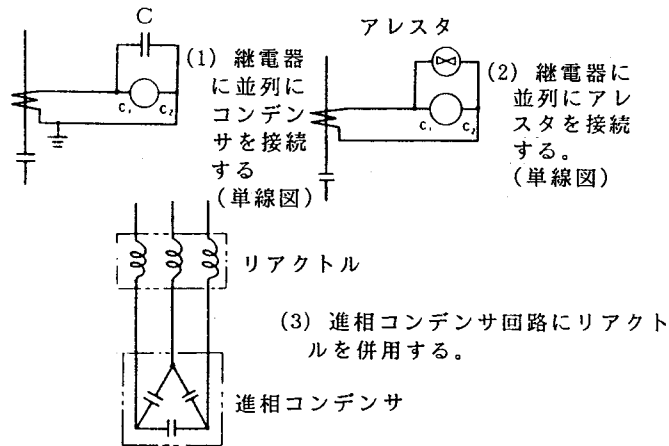

図2 インラッシュ電流の防止策
- (1) コンデンサを図2-(1)図に示すように、継電器端子間に接続する（例えば容量 $2\mu\text{F}$  500V程度、進相コンデンサ容量やCT特性などで異なります）。
- (2) 図2-(2)図に示すように、アレスタを接続する（例えば山光社製電力形1号保安器）。
- (3) 図2-(3)図に示すように、進相コンデンサに直列にリアクタを併用し、インラッシュ電流の発生を防ぐ。
限時要素に整定電流値以上の電流を流した場合、振動音を発生することがあります。この現象は動作に支障はありませんが、上部軸受の軸支えピン部（図2 8寸法部）へ当社で用意している酸化防止剤入特殊油を微量付加してください。